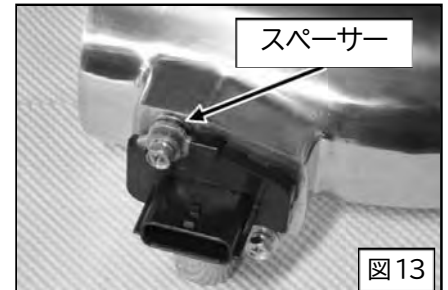

図13
- (6) 再使用のエアフローメーターセンサーをサクシヨンパイプにOリングが噛み込まないようにしながら、キットパーツのボルト M4とスペーサーを使用して取り付けます。[2組] (図7、図13)